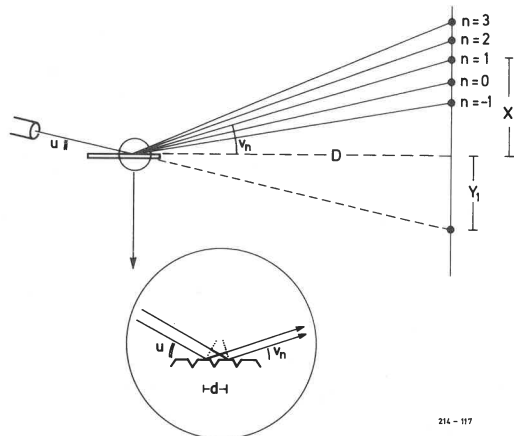

Fig. 6
(1) Sendes hvidt lys gennem et glasprisme, er det velkendt, at det spaltes op i sine bestanddele, dvs. det synlige spektrum. Dette kan vises ved at sende strålen fra en Reuterlampe gennem prismet, eventuelt ved hjælp af en samlelinse. Erstattes nu det hvide lys med en laserstråle, vil denne danne en plet på det sted, hvor den røde del af det synlige spektrum faldt. Laserlyset består altså af fotoner med kun én bølgelængde.
(2) Denne bølgelængde kan måles ved hjælp af en målestok med millimeterinddeling. Hertil bruger man opstillingen, som er skitseret på fig. 6. Laserstrålen falder under en lille vinkel u ind mod målestokken, således at en del rammer ved siden af og danner en prik på en væg adskillige meter borte. Den del af laserstrålen, der rammer målestokken, danner en række prikker på væggen. Disse prikker giver vi et nummer, $n = -1, 0, 1, 2, 3, \dots$. På den indskudte del af fig. 6 kan vi se, hvad der sker, når laserlyset rammer målestokken. De to dele af laserstrålen, der rammer to naboinddelinger,